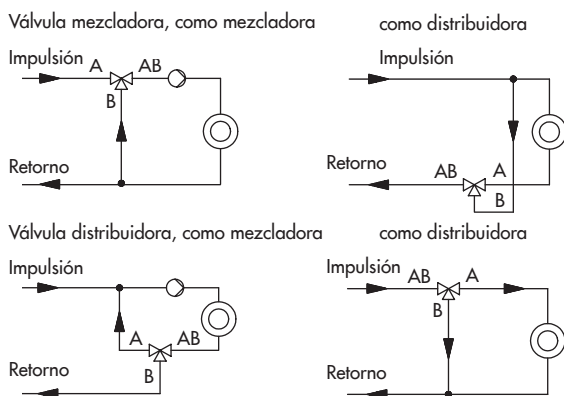

Fig. 2: Ejemplos de instalación
- Las válvulas suministradas pueden trabajar como válvulas mezcladoras o distribuidoras según fig. 2. Es indispensable prestar atención a que, de acuerdo con la instalación, las entradas y salidas correspondan a las conexiones **A**, **B** y **AB** señalizadas con el símbolo en la placa del cuerpo.